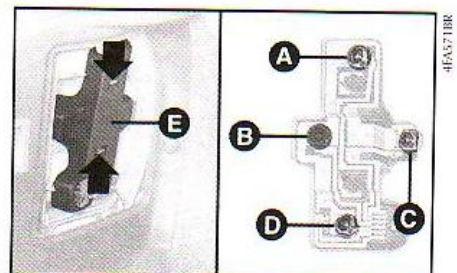

fig. 31
2) Retirar o porta-lâmpadas **E**-fig. 31 apertando os dois botões de fixação.
**As lâmpadas são do tipo: fig. 31**